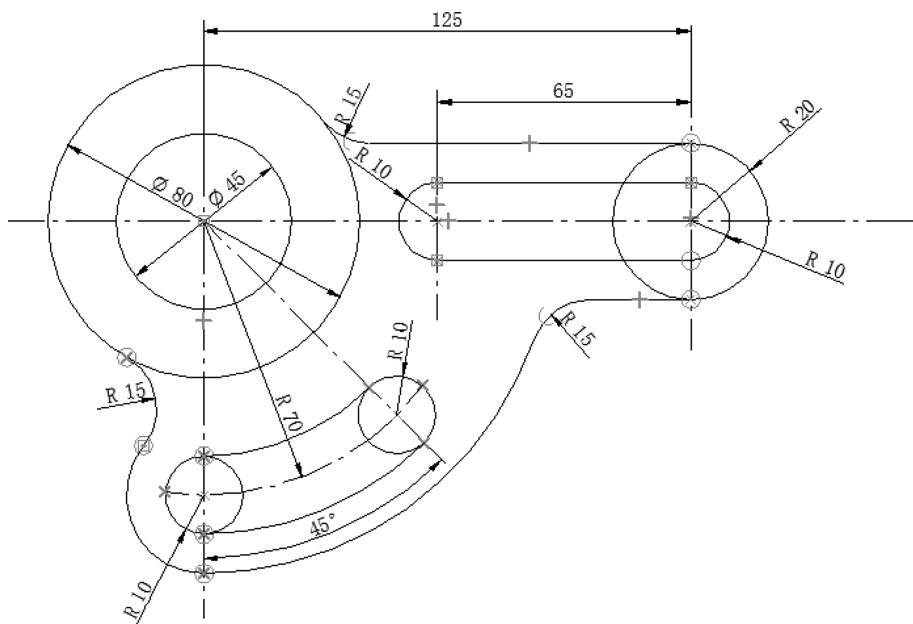

图 6-123 删除多余线段
(1) 单击【绘制草图】选项卡【绘图】区域的 修剪 【修剪】按钮，在图纸中多余的部分上划过即可删除多余线段，如图 6-123 所示。